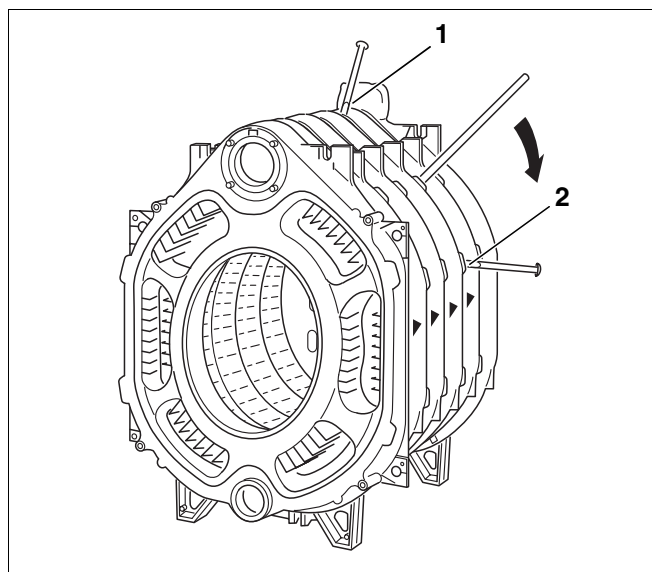

Fig. 22 Deniplarea blocului de cazan
- Prin baterea unor pene sau dălți late în locurile prevăzute, sus și între elemente (fig. 22, **poz. 1 și 2**), se deniplăză elementele cazanului în dreptul neetanșeităților.